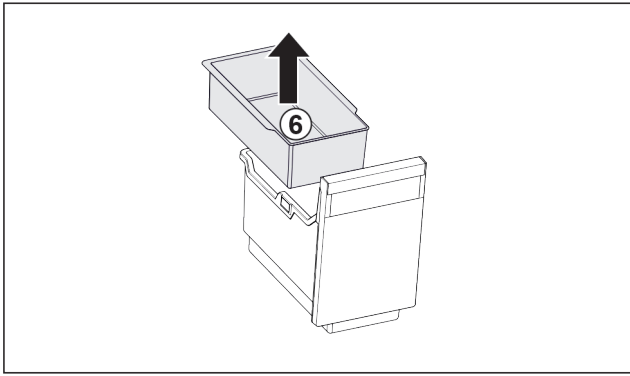

Fig. 97
- Eihängeschale Fig. 97 (6) entnehmen.